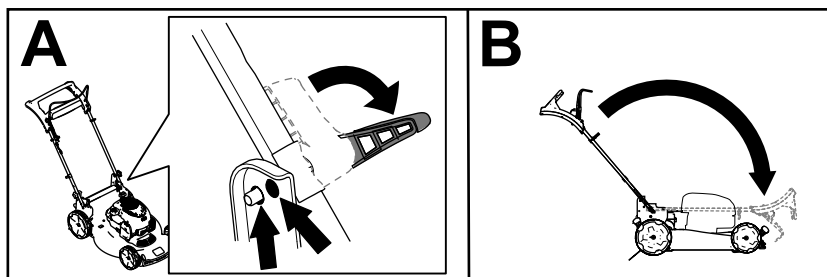

Рисунок 18
2. Ослабьте фиксаторы рукоятки настолько, чтобы можно было свободно двигать верхнюю рукоятку (вид А на Рисунок 18).
3. Сложите рукоятку вперед в крайнее переднее положение (вид В на Рисунок 18).